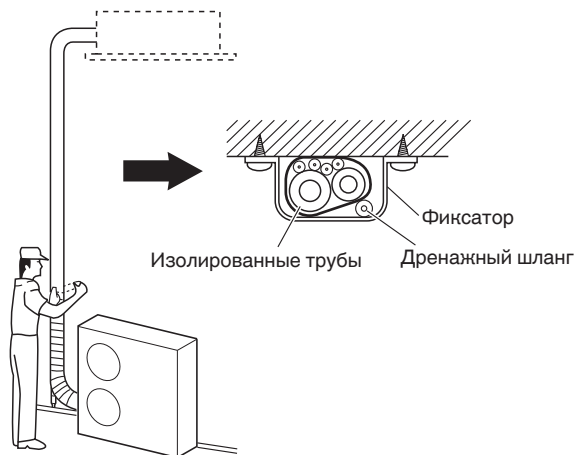

Рис. 5-10
- (1) На данном этапе трубы хладагента (и электрическую проводку, если это разрешено местными правилами) следует обмотать вместе бронелентой в 1 связку. Чтобы предотвратить перелив конденсата через края дренажного поддона, проложите дренажный шланг отдельно от трубопровода хладагента.
- (2) Наматывайте бронеленту от нижней части внешнего блока до верхней части трубопровода, где он входит в стену. Во время обматывания трубопровода перекрывайте половину каждого предыдущего витка ленты.
- (3) Прикрепите связку трубопровода к стене, используя по 1 фиксатору приблиз. через каждый метр. (Рис. 5-10)